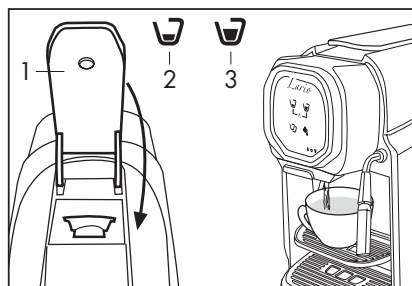

Fig. 10
- Cierre completamente la palanca (1), pulse un símbolo de dispensación (2-3) según el propio gusto pulsando nuevamente para detener la dispensación cuando se alcanza la cantidad deseada de café o de la bebida (Fig. 10).
- Para preparar un café largo (tipo Americano) pulse el símbolo de dispensación (4)
- Para extraer la cápsula levante lentamente la palanca (1). Si la cápsula no es expulsada, repita la operación o presione el botón dispensador (2-3) y al mismo tiempo levante la palanca (1).